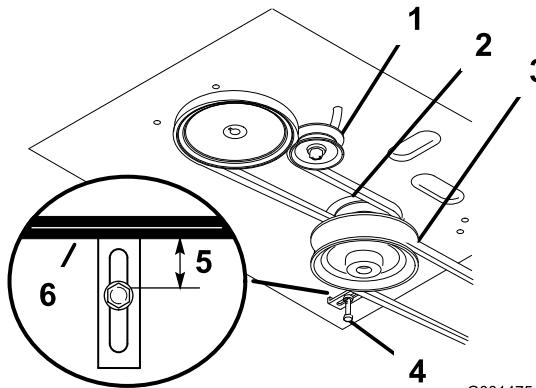

Figura 40
4. Retire la correa del cortacésped; consulte Sustitución de la correa del cortacésped (Figura 40).
5. Afloje el perno de pivote lo suficiente para poder desplazar la polea tensora dentro de la ranura, y retire la correa de tracción de las poleas del motor y de la transmisión (Figura 40).
6. Instale la correa nueva alrededor de las poleas del motor y de la transmisión (Figura 40).
7. Desplace la polea tensora respecto al bastidor del motor para tensar la correa de tracción (Figura 40).
8. Instale la correa del cortacésped (Figura 40).
9. Compruebe que la guía de la correa, situada debajo del bastidor del motor, está ajustada correctamente (Figura 40).